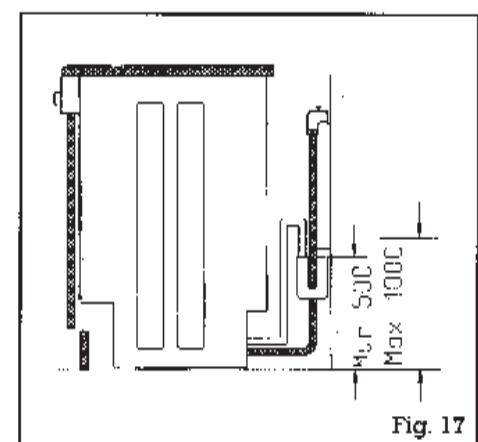

Fig. 17
- 2.- El extremo del tubo de desagüe debe quedar a una altura entre 0,5 m y 1 m. respecto del suelo (Fig. 17).